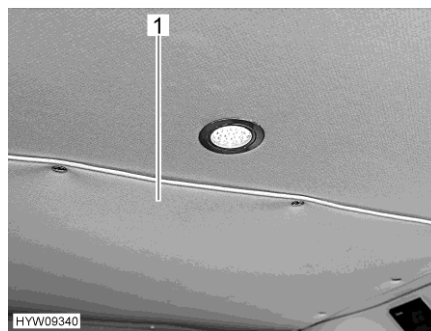
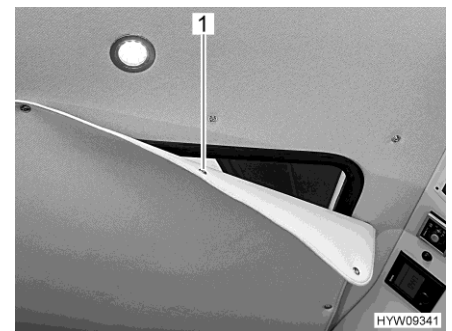

Bild 33 Lock (stängt)
Bild 34 Lock (delvis öppnat)
- Ta bort locket (Bild 33,1) från bodelens innertak. För att göra detta, lossa tryckknapparna (Bild 34,1) runt om.
- Stäng passagen till sovtaket med locket (Bild 33,1).